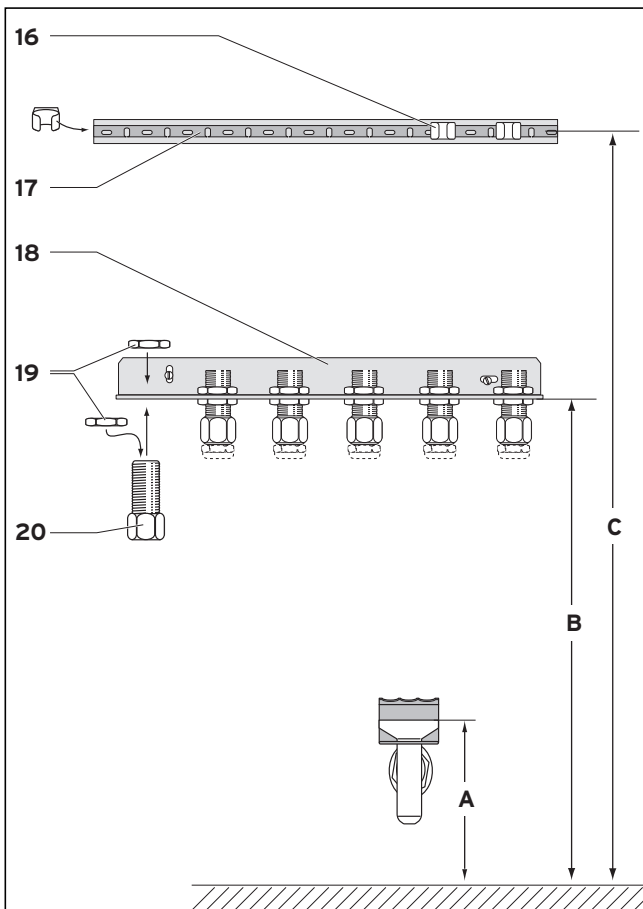

Abb. 2.1 Montage der Anschlusskonsole
- Montieren Sie die Konsole (18) gemäß Abb. 2.1 und Tabelle 2.1. Der spätere Wandabstand des Gerätes ist abhängig von der Konsolenhöhe. Die Mitte der Konsole sollte in etwa der Mitte der Geräteposition entsprechen.
- Fixieren Sie die sechs Anschlussstücke (20) mit den Sechskantmutter (19) an der Konsole (Rp  $3/4$ " Innengewinde nach unten).
- Montieren Sie die Clips (16) auf die Schiene, ehe Sie die Schiene anschrauben, da die Clips im montierten Zustand wegen der Schraubenköpfe nicht angebracht werden können.
- Montieren Sie die Montagesschiene (17) gemäß Abb. 2.1.